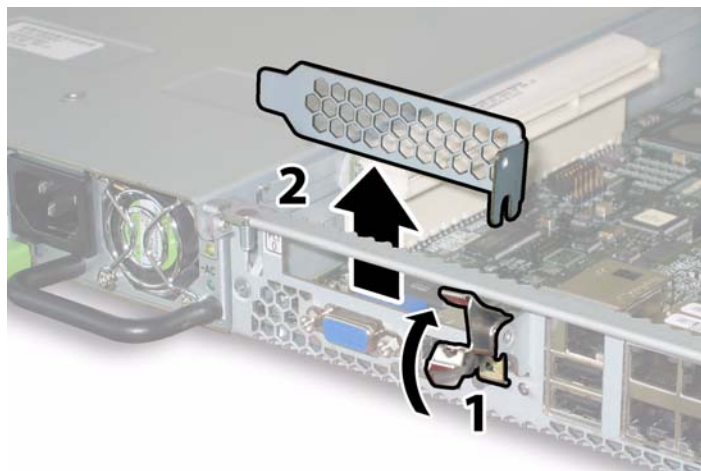

図 3-41 PCI カードラッチの開放
- b. シャーシの後方から、各カードのラッチを上に戻して PCI カードの背面を外します。ラッチの位置については図 3-41 を参照してください。